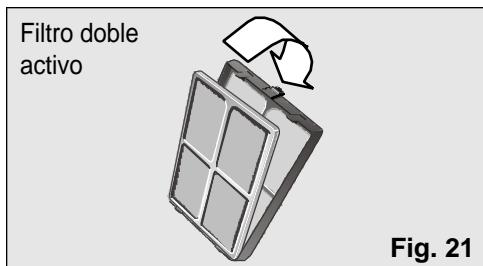

Fig. 21
Estos modelos llevan incluido además un filtro doble activo colocado dentro del filtro básico, **Fig. 21.**
- ❑ Sustituir el filtro doble activo por uno nuevo en el filtro base como se muestra en la **Fig. 21.**